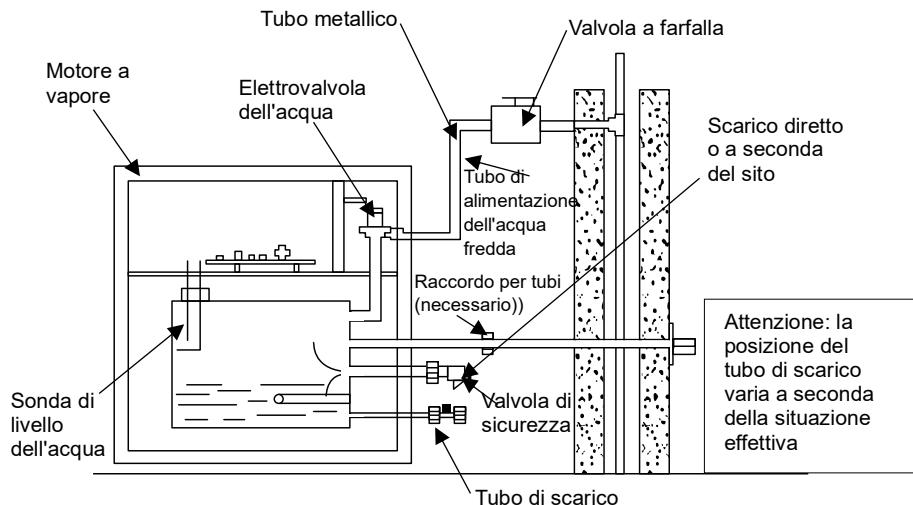

Figura 2
1. Tubo di ingresso dell'acqua - Il tubo di ingresso dell'acqua viene inserito insieme al tubo esistente e un tubo metallico DN15 viene collegato rispettivamente all'ingresso dell'acqua della macchina e alla valvola del tubo di alimentazione dell'acqua (fare riferimento alla Figura 2).